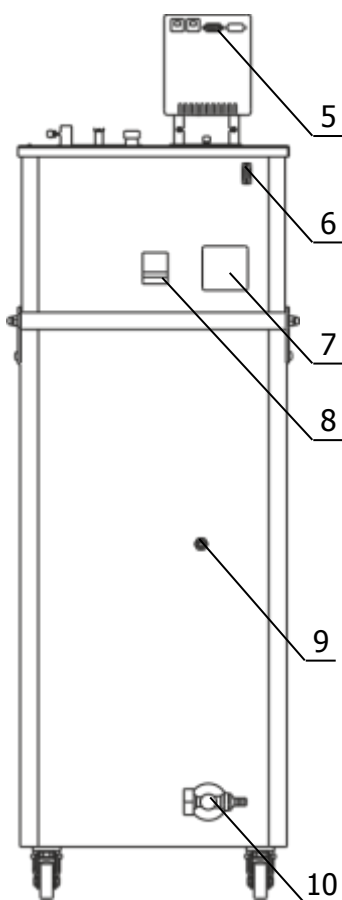

Рисунок 3 — Задняя панель термостата
2.2.5 К переливному штуцеру 9 (рисунок 3) присоединить гибкий шланг, второй конец которого опустить в емкость для сбора излишков теплоносителя объемом 1.5–2 литра.
2.2.7 Вставить вилку сетевого кабеля блока регулирования в розетку 7 (рисунок 3). Соединить кабелем из комплекта поставки блок регулирования (разъем 5) и холодильную машину (разъем 6). Сетевой кабель термостата подключить к питающей сети напряжением 220 В. Для этого в лабораторном помещении должна быть установлена электрическая розетка из комплекта поставки термостата.
2.2.8 Автоматический выключатель 8 (рисунок 3) перевести в положение «включено».
2.2.9 Включить блок регулирования в соответствии с документом ТКЛШ 3.222.009-23 РЭ «Блоки регулирования температуры погружные циркуляционные М11, М11М серии МАСТЕР». При работе циркуляционного насоса уровень теплоносителя в рабочей ванне поднимается, и теплоноситель начинает равномерно переливаться в основную ванну. При этом уровень теплоносителя в основной ванне падает, что может привести к срабатыванию защиты от недостаточного уровня теплоносителя. Доливать теплоноситель следует до момента начала слива из переливного штуцера 9 (рисунок 3).
2.4.5 Надеть сливной шланг из комплекта поставки на кран 10 (рисунок 3) и закрепить его хомутом. Свободный конец шланга опустить в емкость для сбора теплоносителя объемом не менее 30 литров.